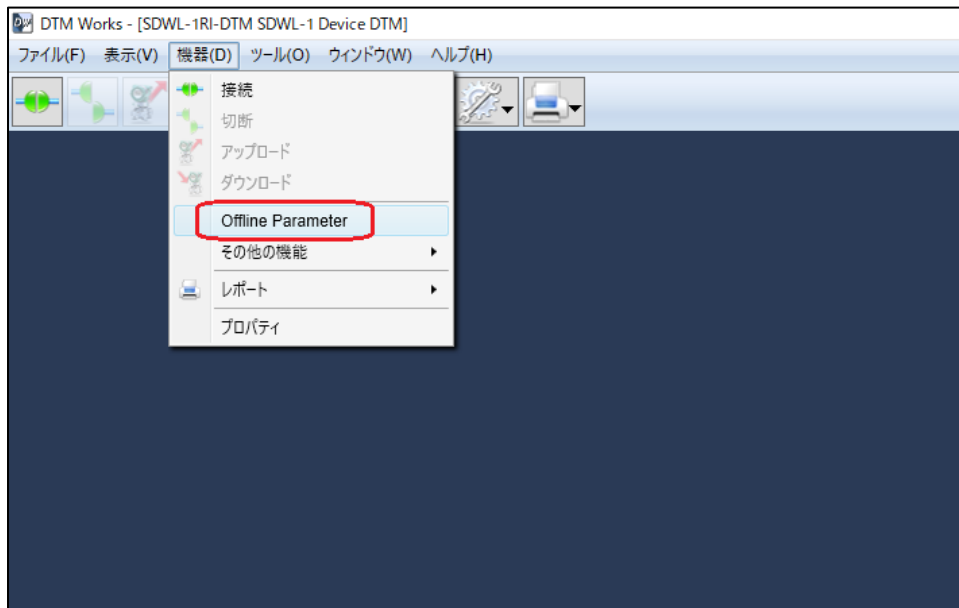

図 5-16 Offline Parameter 選択
- ② 機器メニューの「Offline Parameter」を選択します。（図 5-16）